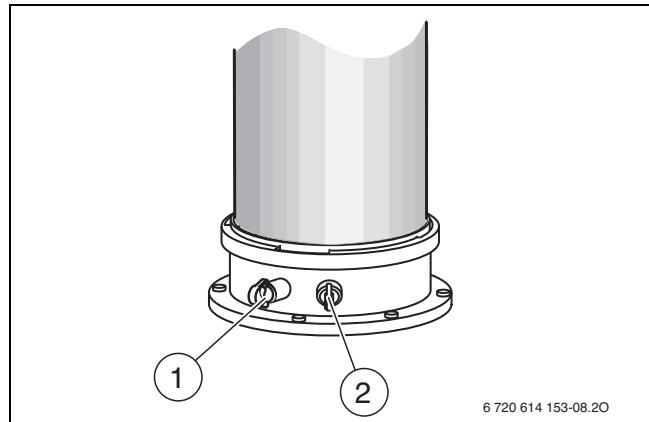

Bild 138 *Abgasmessstutzen und Verbrennungsluft-Messstutzen*
- ▶ Stopfen am Verbrennungsluft-Messstutzen (→ Bild 138, [2]) entfernen.
- ▶ Stopfen am Abgasmessstutzen (→ Bild 138, [1]) entfernen.